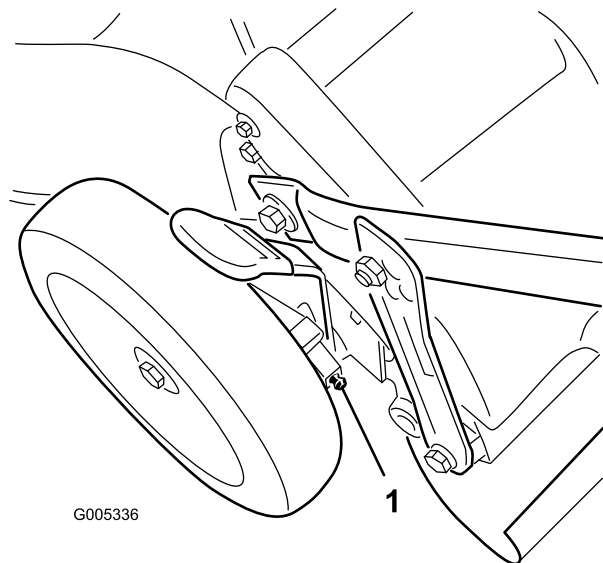

Figura 28
1. Limpie con un trapo limpio los puntos de engrase situados justo dentro de las ruedas traseras (Figura 28).